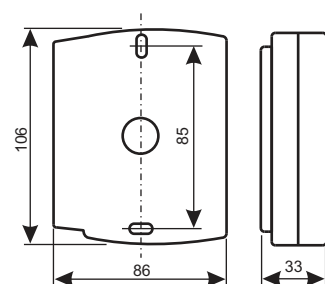

Рис.1
- Разметьте и просверлите отверстия для крепления под размер отверстий считывателя (Рис. 1).